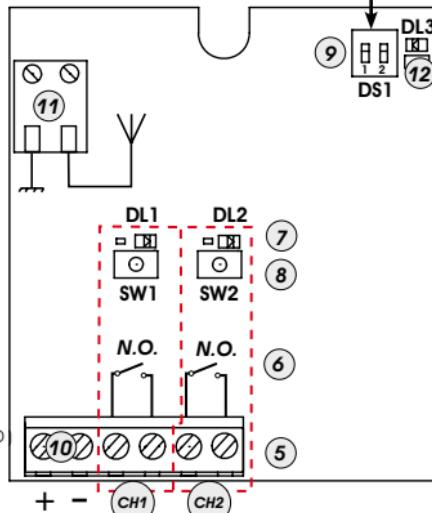

Fig.1
- 2) Presione 1 segundo el pulsador del receptor (Fig.1 ref. (8)), correspondiente al canal al que se quiere asociar el radiomando.
- 3) El diodo correspondiente en el receptor (Fig.1 ref. (7)) empieza a destellar lentamente durante 5 seg.
- 5) El diodo (Fig.1 ref. (7)) del receptor se encenderá con luz fija durante 1 segundo y seguidamente se apagará, lo que indica que la memorización se ha llevado a cabo.